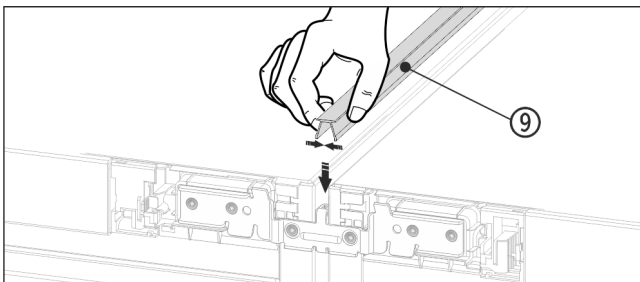

Fig. 20
- Nyomja a felső oldalon a rövid fedőlécet Fig. 20 (9) a nyílásba.